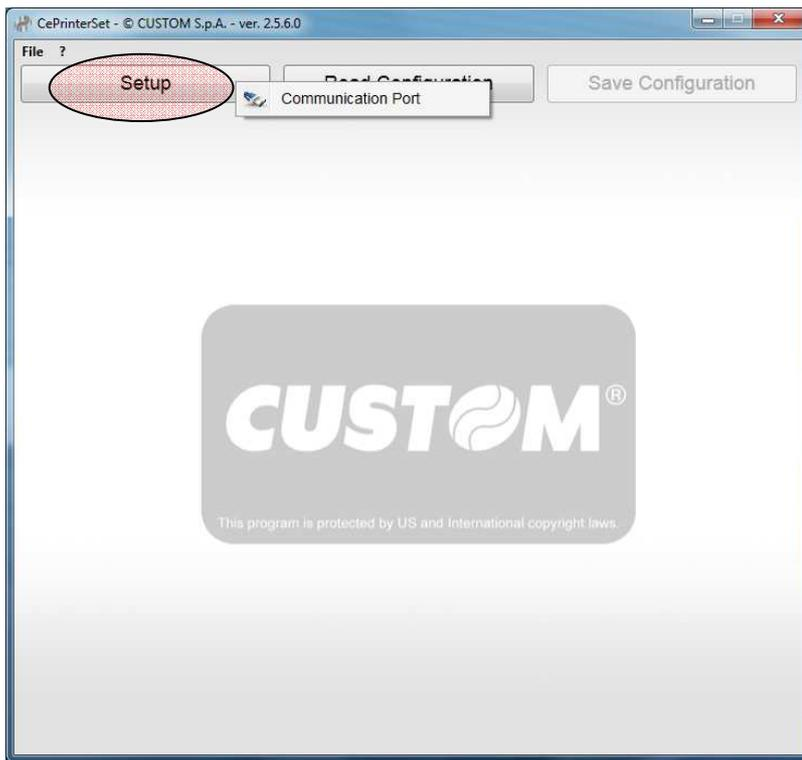

Рисунок 12 – Диалоговое окно программы CePrinterSet.
- Нажмите на кнопку «Setup» (см. Рисунок 12) и в открывшемся окне выберите «Communication Port».